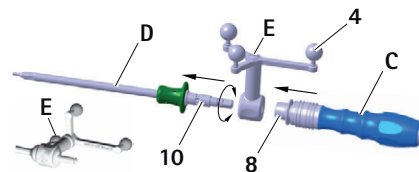

Fig. 8 Montage de l'instrument unité en étoile de référence ("calibrage avec ICM 4") et de la poignée S⁴C (FW067R ou FW165R) sur le tournevis S⁴C
- Relâcher la douille de verrouillage 8, voir Fig. 8.